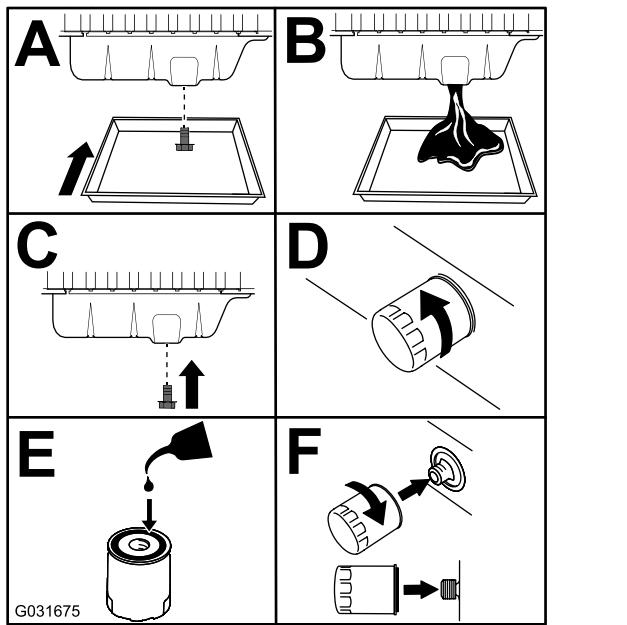

Figura 87
- Cambie el aceite del motor y el filtro (Figura 87).